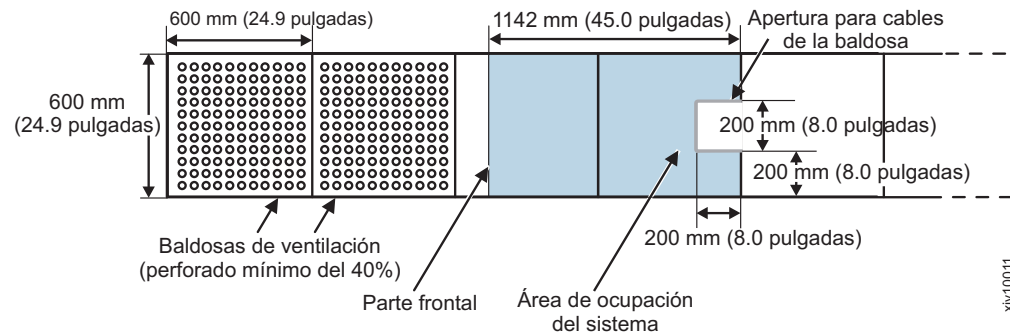

Figura 8. Requisitos de suelos elevados
2. Planee que el sistema XIV se coloque sobre dos losetas, con la parte posterior del bastidor alineada con una unión de losetas de suelo y con dos filas completas de losetas perforadas justo delante del bastidor (consulte la Figura 8).
3. Haga un corte de 200 mm × 200 mm (8 pulg. × 8 pulg.) en la loseta del suelo de la parte posterior para pasar el cableado y la electricidad por debajo del suelo (consulte la Figura 8).
4. Para permitir la ventilación del flujo de aire y cumplir los requisitos de refrigeración del sistema, coloque al menos dos losetas (y preferiblemente más) delante del sistema XIV (consulte la Figura 8). Estas baldosas deben tener perforado un mínimo del 40%.